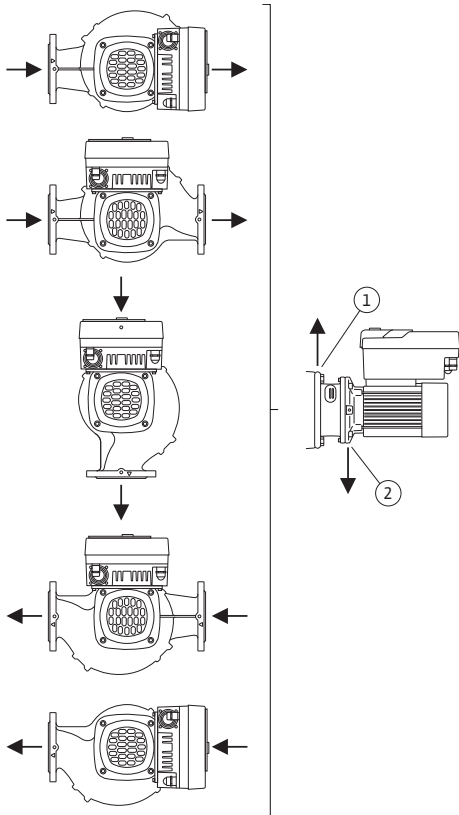

Fig. 10: Sallitut asennusasennot, vaakatasoinen moottoriakseli
Sallitut asennusasennot, kun moottoriakseli on vaakatasossa ja elektroniikkamoduuli ylöspäin (0°), on esitetty kuvassa Fig. 10.
Pumpun ilmaus voidaan taata optimaalisesti, kun ilmausventtiili osoittaa ylöspäin (Fig. 10, pos. 1).
Tässä asennossa (0°) voidaan syntyvä kondenssivesi johtaa tehokkaasti pois porattujen aukkojen, pumpun tiivistelaipan ja moottorin kautta (Fig. 10, pos. 2).
Sallitut asennusasennot, kun moottoriakseli on pystysuunnassa, on esitetty kuvassa Fig. 10.